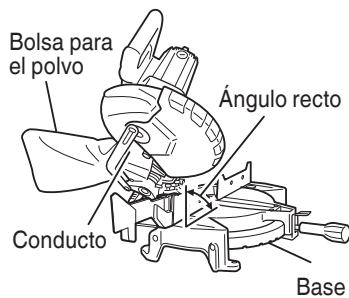

Fig. 27
- (1) Cuando la bolsa para el polvo esté llena de polvo, dicho polvo saldrá soplando de la bolsa para el polvo cuando gire la hoja de sierra. Compruebe periódicamente y vacíe la bolsa para el polvo antes de que se llene.
- (2) Durante el corte en bisel y compuesto, fije la bolsa para el polvo en ángulo recto con relación a la superficie de la base como se muestra en la Fig. 27.